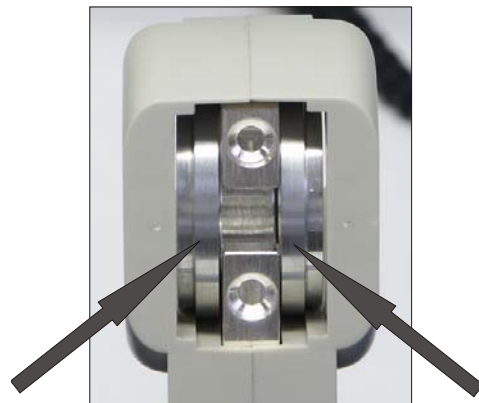

Fig. 1 Messkopfaufnahme mit eingelegten Montageringen
- Montageringe links und rechts in die Messkopfaufnahme einsetzen (siehe Fig. 1).